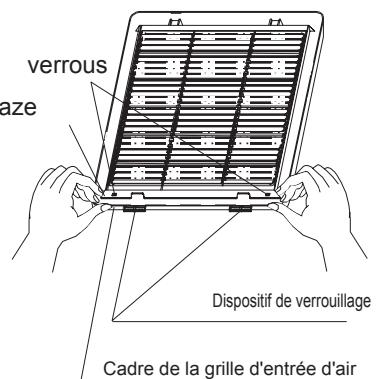

Figure 3
2. Démonter la gaze : presser le cadre extérieur de la grille d'entrée d'air par le pouce, et tirer l'angle de base de la gaze par l'index et la tirer de façon à ce que la gaze débloque les verrous, et démonter la gaze (comme la Fig. 3).
1. Montage de la gaze : contraire aux moyens de démontage de la gaze (comme Fig. 3 au-dessus).